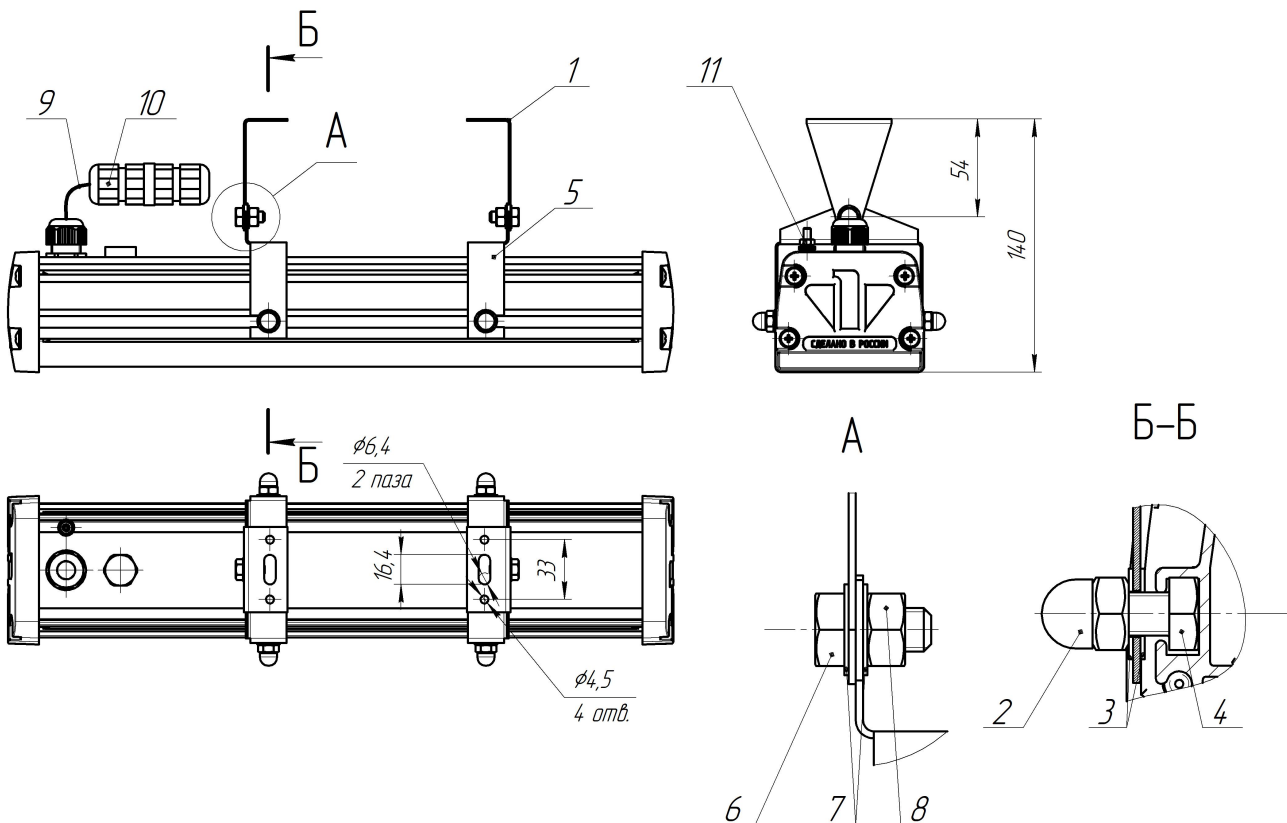
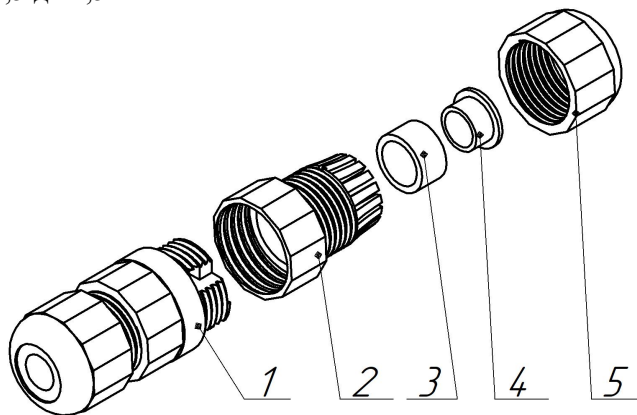

Рисунок 2 – Установка светильника
Рисунок 3 – Устройство герморазъёма
2.2.2.1 Установить уголок (рисунок 2 поз.1) из комплекта монтажных частей на стенку или потолок. Открутить гайки колпачковые (рисунок 2 поз.2), снять по одной шайбе зубчатой (рисунок 2 поз. 3). Установить кронштейн (рисунок 2 поз.5) на крепежные болты (рисунок 2 поз.4) с помощью шайб зубчатых (рисунок 2 поз.3) и гаек колпачковых (рисунок 2 поз. 2), так чтобы кронштейн вместе с болтами можно было свободно перемещать по пазу профиля. Установить кронштейны (рисунок 2 поз.5) в положение, необходимое для соединения с уголком (рисунок 2 поз.1). Затянуть гайки (рисунок 2 поз 2.) с моментом 5,9 Н·м.
2.2.2.2 Соединить уголки (рисунок 2 поз.6) с кронштейном (рисунок 2 поз.5) при помощи болтов (рисунок 2 поз.4), шайб зубчатых (рисунок 2 поз.7), установленных с двух сторон, гаек (рисунок 2 поз.8), выставив необходимый угол светильника. Затянуть гайки (рисунок 2 поз.8) с усилием 5,9 Н·м.
2.2.3.1 Проверьте сетевой кабель (рисунок 2 поз.9) – если внешний гибкий кабель светильника окажется поврежден дальнейший монтаж светильника производить ЗАПРЕЩАЕТСЯ, необходимо обратиться к изготовителю (см. разделы 5 и 6).
2.2.3.2 У герморазъёма (рисунок 2 поз. 10) ослабить свободную от провода зажимную гайку (рисунок 3 поз.5) и открутить крышку коннектора (рисунок 3 поз. 2). Продеть подключаемый кабель через гайку зажимную (рисунок 3 поз.5) и крышку коннектора (рисунок 3 поз. 2).\*\*\*\* Отжать рычаги клем. Вставить «фазовый» провод в гнездо контакта с обозначением «L», «нулевой» провод в гнездо контакта с обозначением «N», «заземляющий» - в гнездо контакта с обозначением « $\perp$ ». Вернуть рычаги в исходное положение, проверить надежность фиксации проводов подергиванием кабеля. К контактной группе (рисунок 3 поз.1) прикрутить крышку коннектора (рисунок 3 поз. 2). Зажимную гайку (рисунок 3 поз. 5) закрутить до плотного обжатия провода.
\*\*\*\* Примечание: при подключении кабелем диаметром от 9 до 11 мм полностью открутить зажимную гайку (рисунок 3 поз. 5) из крышки коннектора (рисунок 3 поз. 2) извлечь уплотнительное кольцо (рисунок 3 поз. 3), из которого извлечь малое уплотнительное кольцо (рисунок 3 поз. 4). Установить уплотнительное кольцо (рисунок 4 поз. 3) обратно в крышку коннектора (рисунок 3 поз.2). Продеть подключаемый кабель через гайку зажимную (рисунок 3 поз.5) и крышку коннектора (рисунок 3 поз. 2).
2.2.3.3 Подключите провод внешнего заземления к винту (рисунок 2 поз.11), имеющему маркировку « $\perp$ ».